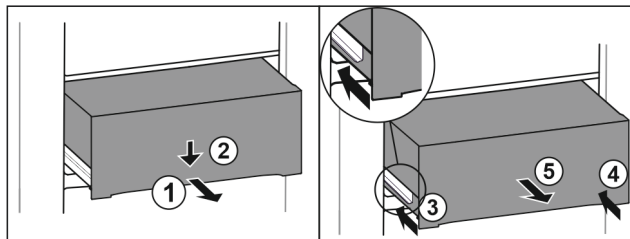

Fig. 155
- Extrageți pe jumătate sertarul. Fig. 155 (1)
- Apăsați în jos sertarul pe partea frontală. Fig. 155 (2)
- Inserați șina stângă aproximativ 2 cm. Fig. 155 (3)
- Inserați șina dreaptă aproximativ 2 cm. Fig. 155 (4)
- Extrageți sertarul spre înainte. Fig. 155 (5)